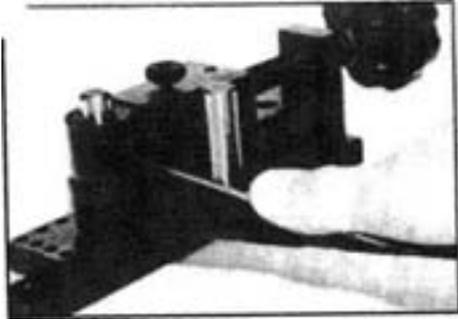

Figure 1
2. Mettez le matériau que vous souhaitez cintrer entre l'arbre choisi et l'étau (n° 6) et serrez-le comme indiqué à la Figure 1.